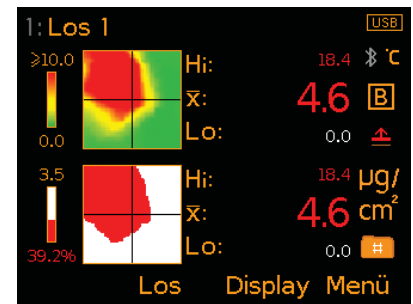

Bild 8: Salzkonzentration Übersicht und Gut/Schlecht Übersicht
- **Salzkonzentration Übersicht^a (Bild 8);** Eine visuelle Anzeige der Dichte der Salzverunreinigung über die Prüffläche. Der Anteil von löslichen Salzen wird durch ein grünes und rotes Konturschema dargestellt; grün für eine sehr geringe Salzkonzentration oder nicht verunreinigte Bereiche, gelb für Bereich mit mittlerer Salzkonzentration und rot für Bereiche, deren Salzkonzentration den für das Diagramm festgelegten skalenbereich überschreitet.